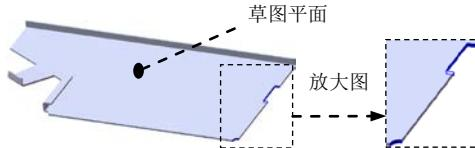

图 6.20 切除一拉伸 2
Step9. 创建图 6.20 所示的切除—拉伸 2。
(1) 选择命令。选择下拉菜单**插入(I)** \rightarrow **切除(C)** \rightarrow **拉伸(E)...**命令。
(2) 定义特征的横断面草图。
① 定义草图平面。选取图 6.20 所示的模型表面为草图平面。